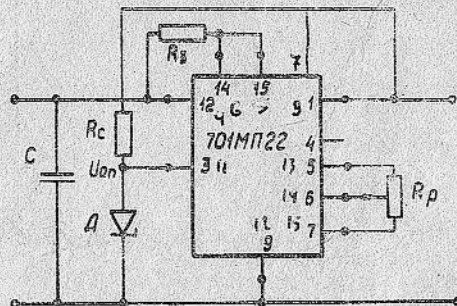

Рис. 3. Схема включения стабилизатора.
4. 1. Основная схема включения стабилизатора, обеспечивающая ток нагрузки до 100 мА, приведена на рис. 3.